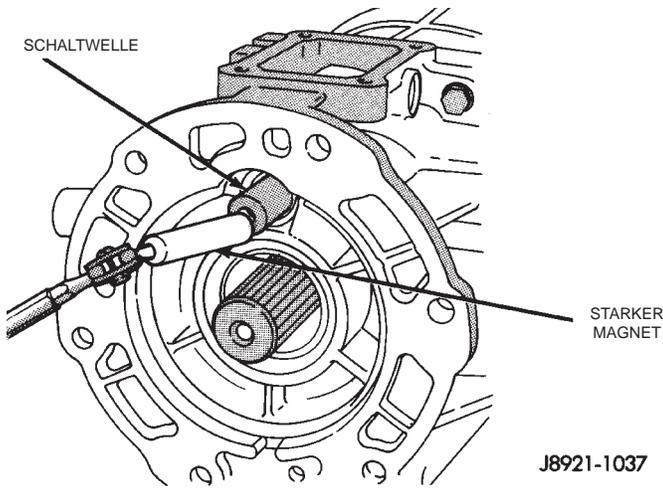
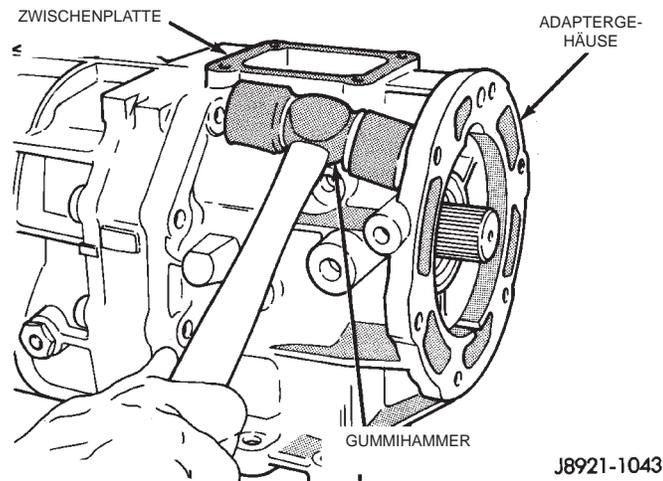

Abb. 25 Schaltwelle ausbauen
Abb. 26 Adaptergehäuse bzw. Gehäusefortsatz lockern
- (13) Die Schaltwelle mit einem starken Magneten herausziehen (Abb. 25).
- (14) Den Schaltfinger aus dem Adaptergehäuse ausbauen.
- (15) Die Befestigungsschrauben des Adaptergehäuses bzw. des Gehäusefortsatzes lösen.
- (16) Das Adaptergehäuse bzw. den Gehäusefortsatz durch leichte Schläge mit einem Gummihammer lockern (Abb. 26).